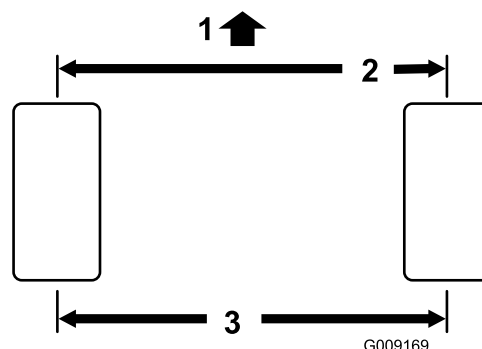

Figura 108
2. Misurate l'interasse (all'altezza dell'assale) sulla parte anteriore e posteriore dei pneumatici di sterzo (Figura 108).